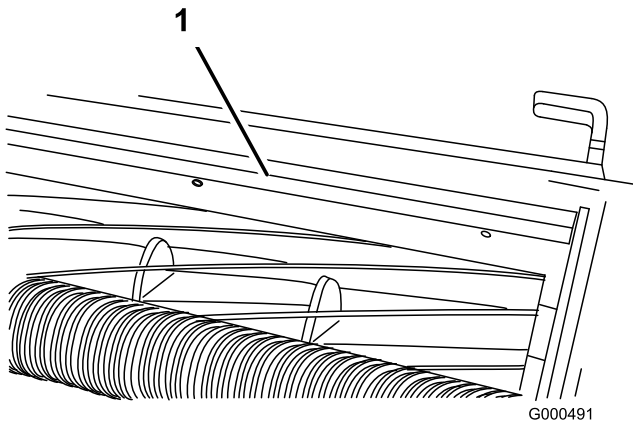

Bild 18
1. Lockern Sie die Schrauben, mit denen die obere Leiste am Mähwerk befestigt ist (Bild 18).